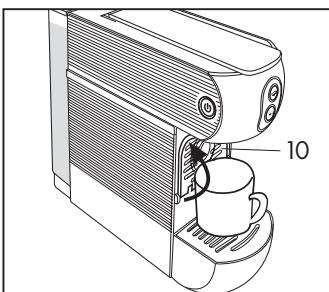

Fig. 5
- Contrôler qu'il n'y a pas de capsules à l'intérieur et allumer la machine en actionnant l'interrupteur principal (11).
- Fermer le support petite tasse (10) et poser une grande tasse vide sous le bec de distribution (4). **(Fig. 5)**
Pour l'utilisation de grandes tasses, fermer le support (10) et positionner la tasse directement sur la grille de récupération des gouttes (5). **(Fig. 5)**